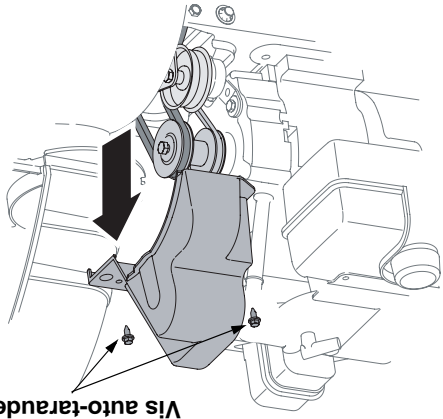

Figure 22
- Démontez le couvre-courroie en retirant les deux vis auto-taranduses qui le maintiennent sur le châssis de la souffeuse. Voir la Figure 22.
Démontez le couvre-courroie en retirant les deux vis auto-tarandouse qui le maintiennent sur l'habitacle de la souffléuse. Voir la Figure 22.